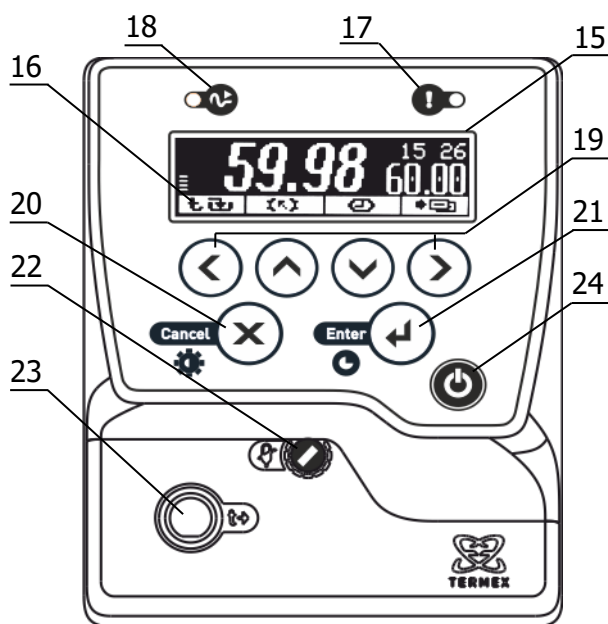

Рисунок 2 – Лицевая панель
Система безопасности блока регулирования отключает двигатель насоса и нагреватель при срабатывании хотя бы одной из защит или неисправности датчика температуры (1.2.13). При срабатывании системы безопасности раздается звуковой сигнал, загорается индикатор 17 (рисунок 2) и на дисплей 15 выводится информация о причине неисправности.
2.3.1 После подключения сетевого кабеля к электрической сети блок регулирования переходит в режим ожидания. Подключение сопровождается кратковременной подсветкой дисплея 15 (рисунок 2).
2.3.6 Для регулировки яркости подсветки или контраста дисплея нажать кнопку 20 (X), выбрать изменяемый параметр кнопками (▲) и (▼) и установить его значение кнопками (◀) и (▶). Зафиксировать изменение нажатием кнопки 21 (↔) (рисунок 2).
2.6.6 Для выбора уставки в качестве текущей кнопками (▲) и (▼) подвести к ней указатель. Значение отмеченной указателем уставки дублируется крупными цифрами в правой части дисплея. Для подтверждения выбора отмеченной уставки нажать кнопку 21 (←). Для отмены выбора нажать кнопку 20 (✕) (рисунок 2).
2.6.7 Для изменения численного значения отмеченной указателем уставки нажать кнопку (▶). На рамке, обрамляющей значение уставки в правой части дисплея, появятся «засечки», указывающие на изменяемую позицию в численном значении. Цифра в отмеченной позиции мигает. Нажатиями кнопок (▲) и (▼) установить требуемую цифру в отмеченной позиции. Если удерживать кнопку нажатой, значение уставки будет изменяться непрерывно. Нажатиями кнопок (◀) и (▶) переместить отметку изменяемой позиции. Дискретность изменения значения уставки зависит от положения изменяемой позиции: если отмечена позиция десятков, то при единичном нажатии кнопки (▲) или (▼) значение уставки изменится на 10 °С. Если отмечена позиция десятых долей, то значение уставки изменится на 0.1 °С соответственно. Закончить ввод нового значения уставки нажатием кнопки 21 (←). Для возврата к значению уставки до ее изменения нажать кнопку 20 (✕) (рисунок 2).
2.7.5 После устранения причины срабатывания защиты или ее отключения кнопкой (▶) индикатор 17 (рисунок 2) погаснет. Перевести блок регулирования в рабочий режим нажатием кнопки 21 (←).
2.8.3 Температура срабатывания защиты от перегрева теплоносителя устанавливается вращением регулятора 22 (рисунок 2). Для изменения положения регулятора используйте подходящий инструмент, например, часовую отвертку.
2.8.4 Для точной установки температуры срабатывания защиты (рисунок 2):